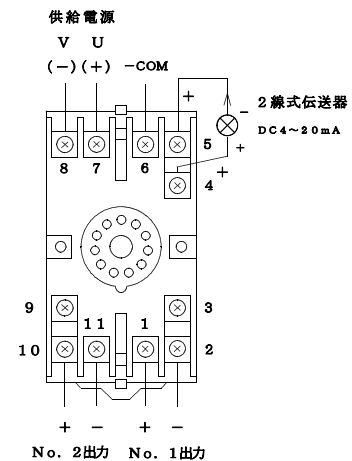

図2
2. 配線は図2の接続図により接続し、電線は回路の定格容量に適合するものを使用してください。